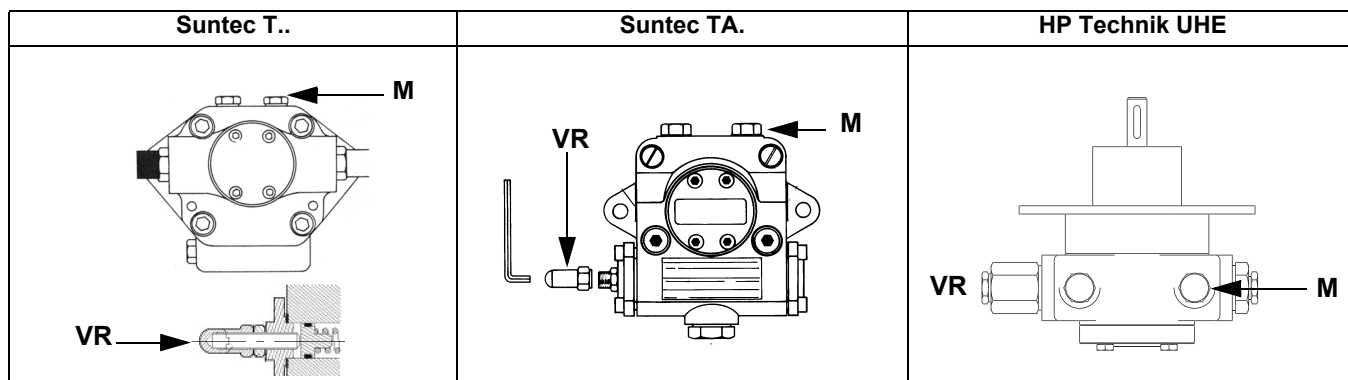
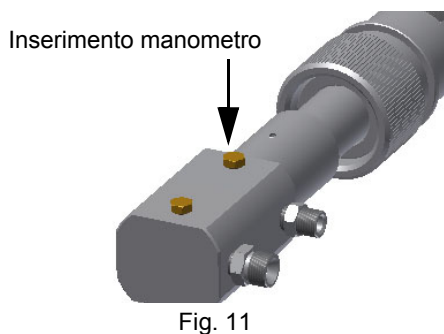

Fig. 10
Fig. 11
- 3 sfiatare l'aria dall'attacco (**M**) manometro della pompa (Fig. 10), allentando leggermente il tappo, senza toglierlo; quindi rilasciare il contattore.
- 5 Solo se necessario, regolare la pressione di alimentazione (vedi relativo paragrafo) nel modo seguente: inserire un manometro nella posizione indicata in Fig. 11 agire sulla vite di regolazione **VR** della pompa (vedi Fig. 10) fino ad ottenere una pressione all'ugello pari a 20 bar (ugelli Monarch o ugelli Bergonzo - vedere grafici a pag. 40);